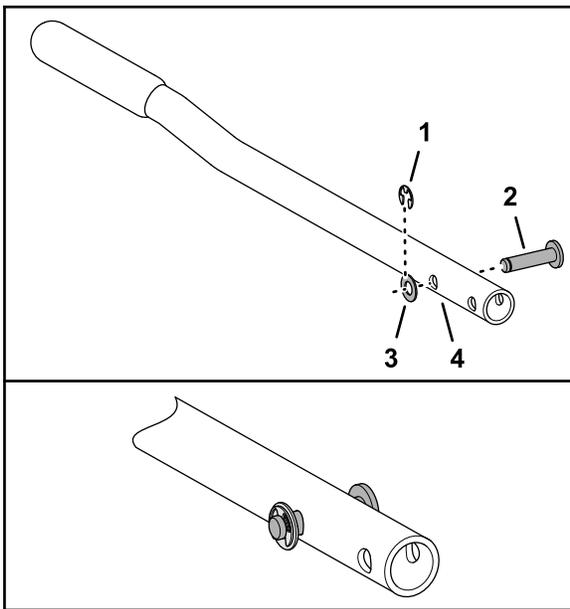

Figura 1
1. Inserite il perno scanalato nel foro della maniglia per trazione assistita come illustrato nella Figura 1.
- Assicurate il perno alla maniglia con la rondella (6 x 19 mm) e l'anello di ritenuta (Figura 1).